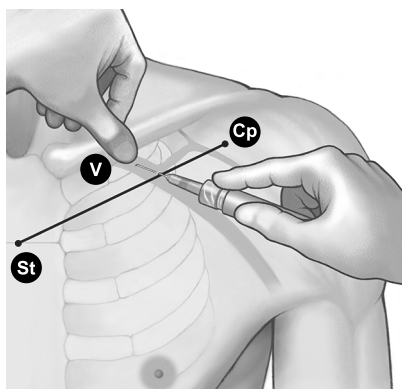

Figure 7. Emplacement du pouce et point d'entrée de l'aiguille
4. Appuyer le pouce contre l'index et déborder de 1 à 2 centimètres sous la clavicle pour protéger le muscle sous-clavier de l'aiguille (en cas d'hypertrophie manifeste du muscle pectoral, le pouce doit se projeter à environ 2 centimètres au-dessous de la clavicle car le muscle sous-clavier est sûrement lui aussi hypertrophié) (Figure 7 Emplacement du pouce et point d'entrée de l'aiguille en page 21).